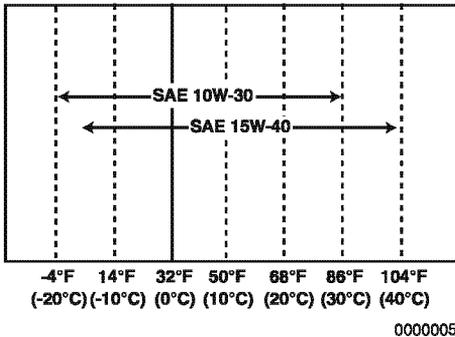

Figura 5
- Scegliere la viscosità dell'olio in base alla temperatura ambiente del luogo in cui si opera con il motore. *Consultare Viscosità dell'olio motore Figura 5.*
- Scegliere la viscosità adatta dell'olio motore in base alla temperatura ambiente mostrata nel grafico del grado di viscosità dell'assistenza SAE (Figura 5).